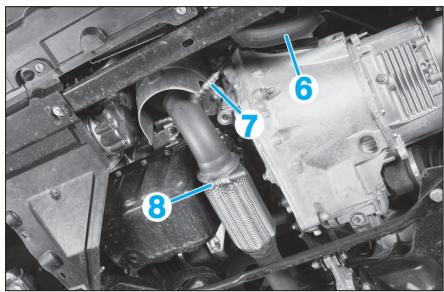

Fig. 47
- le résonateur (3) de sortie du turbocompresseur,
- l'ensemble résonateur et conduit d'arrivée d'air (4),
- et le verrouillage de capot (5).
- Désaccoupler la durit inférieure (6) du radiateur (Fig.47).